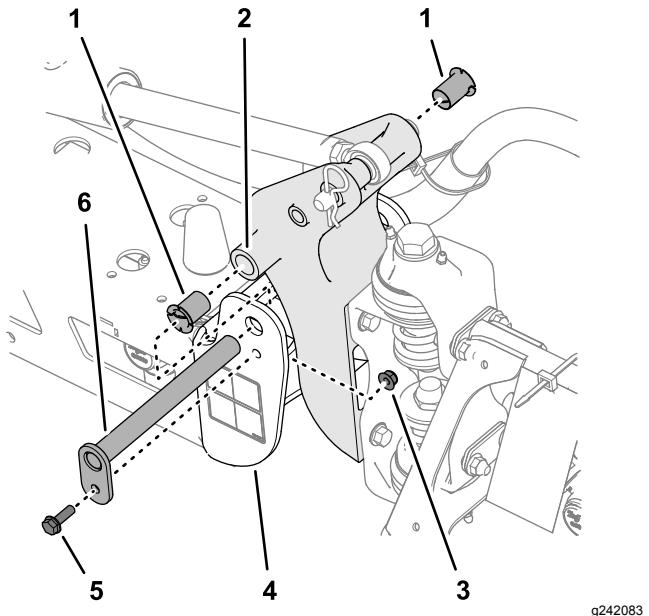

Figura 105
- Togliete il bullone e il dado che fissano il perno di articolazione, quindi togliete il perno (Figura 105).
- Togliete le boccole di nylon dal lato frontale e posteriore della staffa orientabile e controllate (Figura 105).
- Lubrificate le boccole di nylon con una piccola quantità di olio e montatele sulla staffa orientabile (Figura 105).
- Allineate i fori nella staffa orientabile con i fori nel canale terminale (Figura 105).